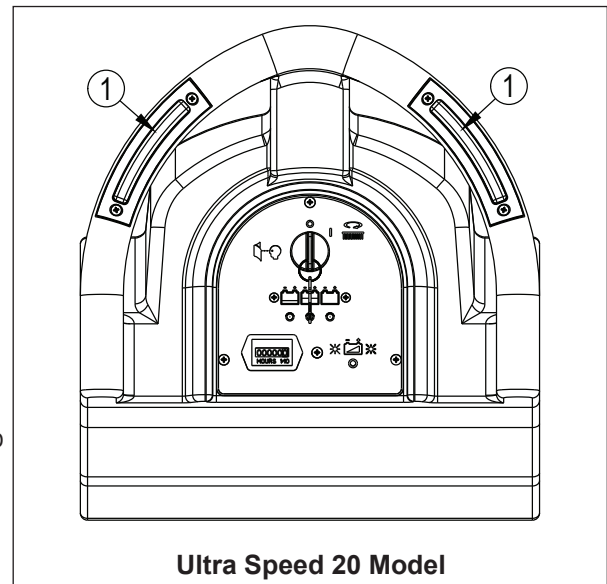

Figura 1
Ultra Speed 20 (ver figura 1) - Accione el interruptor de energía de la almohadilla de la izquierda o la derecha (1).